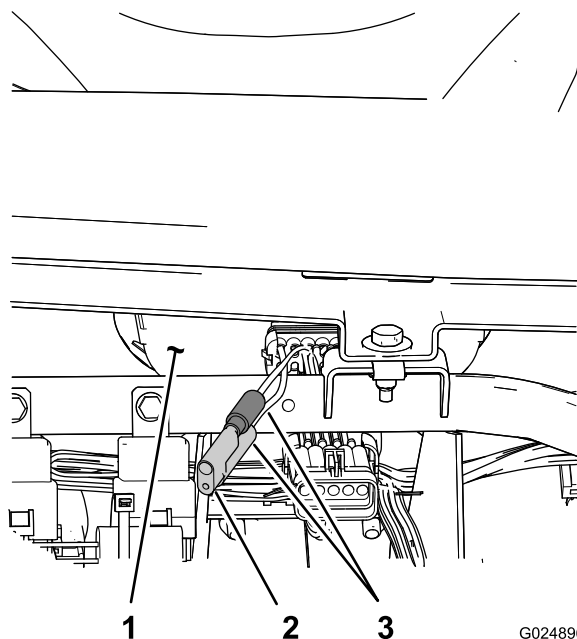

Bild 83
- Ermitteln Sie die zwei losen Kabel neben dem Tacho (Bild 83).
- Entfernen Sie den Anschlussstecker vom Kabelbaum und schließen Sie die Kabel zusammen (Bild 83).